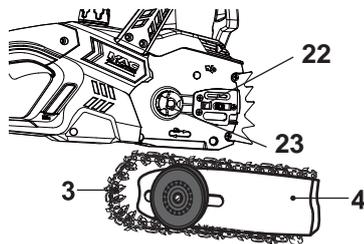

Fig. 5
6. Alignez le guide-chaîne [4] et la chaîne [3] avec le pignon d'entraînement [23] et la broche de soutien [22]. Enfilez la chaîne sur le pignon d'entraînement puis abaissez le guide-chaîne pour l'emboîter sur la goupille de support (Fig. 5, 6).